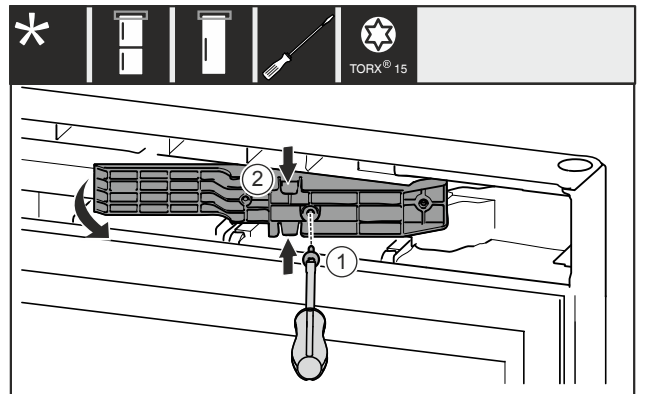

Fig. 14 *
- ▶ 移除螺栓 Fig. 14 (1)。*
- ▶ 将上方和下方适配件 Fig. 14 (2)轻轻挤压在一起，然后向前拉出。*